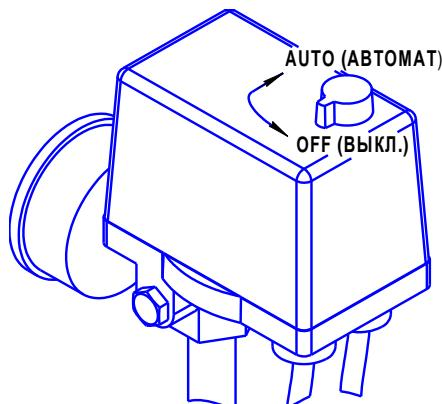

Рисунок 3
- 1 Проверьте, чтобы выключатель на прессостате находился в выключенном положении "OFF" (см. рисунок 3).
- 1 Выключить компрессор выключателем на прессостате. Для этого необходимо переключить выключатель в положение "О" или "OFF", в зависимости от исполнения (см. рисунок 3). После этого остановится электродвигатель и произойдет сброс давления из нагнетательного воздухопровода и поршневого блока.
Для пуска компрессоров СБ4/С-50.LB24, СБ4/С-100.LB24 после срабатывания защиты выполните следующие действия: после того, как двигатель остынет до допустимой температуры переключите выключатель на прессостате в положение "OFF" (см. рисунок 3), а затем включите компрессор переключив выключатель в положение "AUTO".